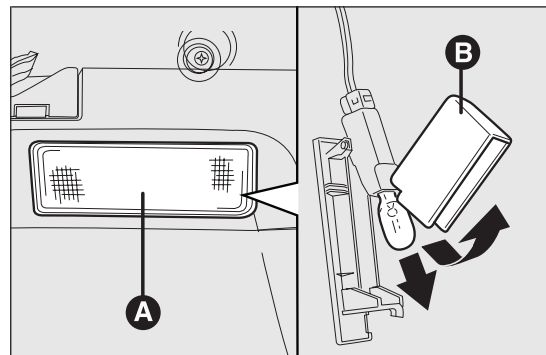

fig. 165
- ☐ estrarre la plafoniera A fig. 165 facendo leva nel punto indicato dalla freccia.